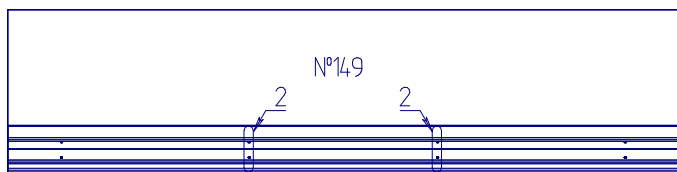

Рис.2
2. Через отверстия 2 на треке, шилом наколоть отверстия на детали №149 (рис.2). Закрепить трек с помощью компл.№76 (П).